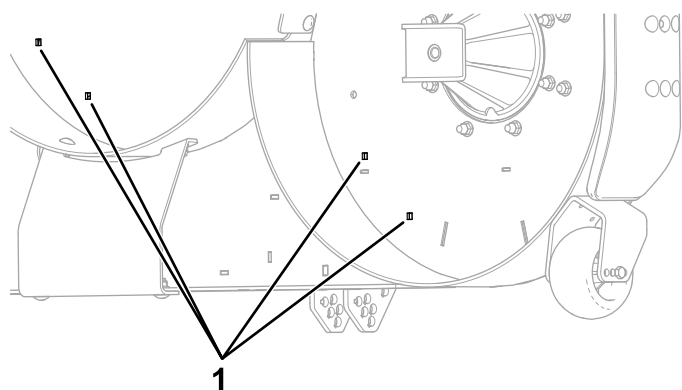

Figura 4
1. Rimuovete i 4 tappi dal soffiatore dal piatto di taglio (Figura 4).